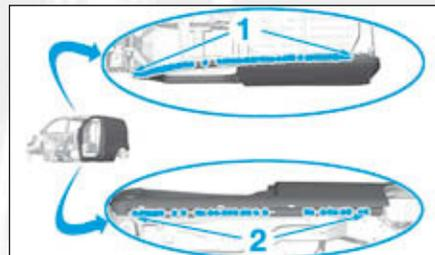
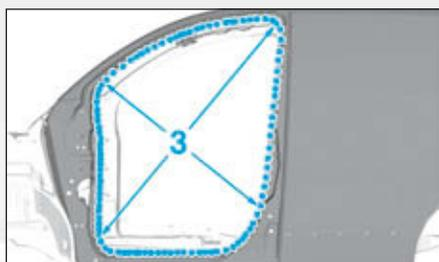
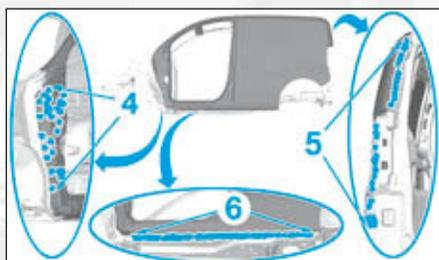

FIG.177
FIG. 178
FIG. 179
- Dépointer les points en (1), (2), (3), (4), (5) et (6) (Fig.177), (Fig.178) et (Fig.179).